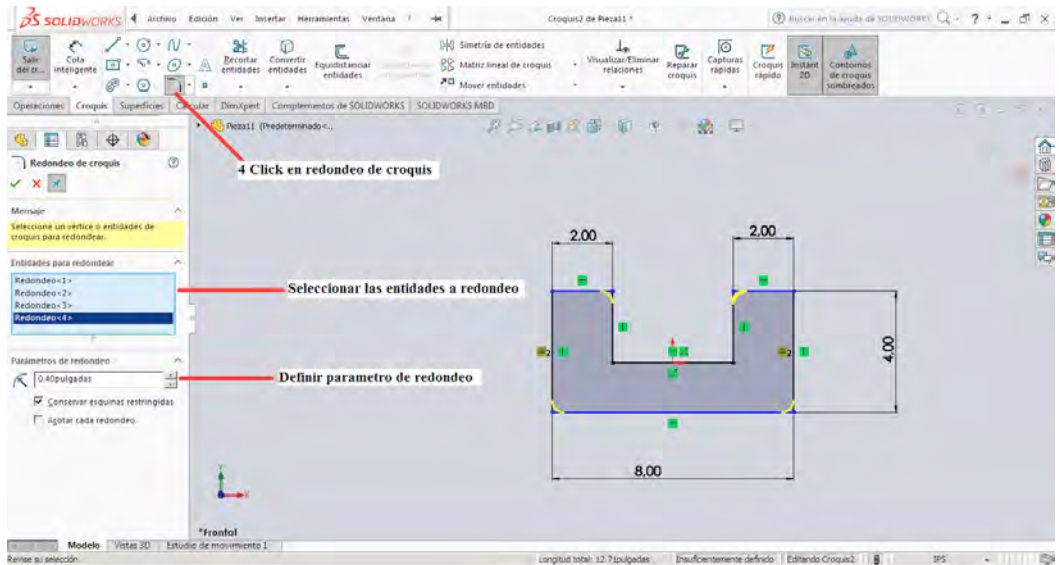

Figura 2-35
4. Click en la herramienta Redondeo de Croquis se utiliza la herramienta y se define el radio de curvatura con un valor de 0.4 Pulgadas como se muestra en la figura 2-35